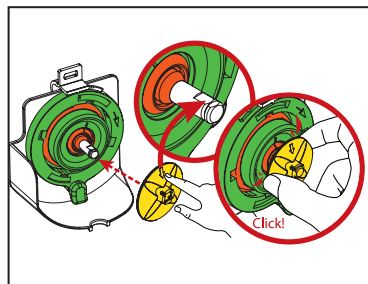

図3
2. マウンティングプレートをミキサーモーターおよびシャフトに元通りに取り付けます。必ず、ホイッパーの矢印がシャフトの平らな部分に来るように取り付けてください。ホイッパーをシャフトの所定の位置（カチッとほまる位置）まで押し込みます。（図3を参照）